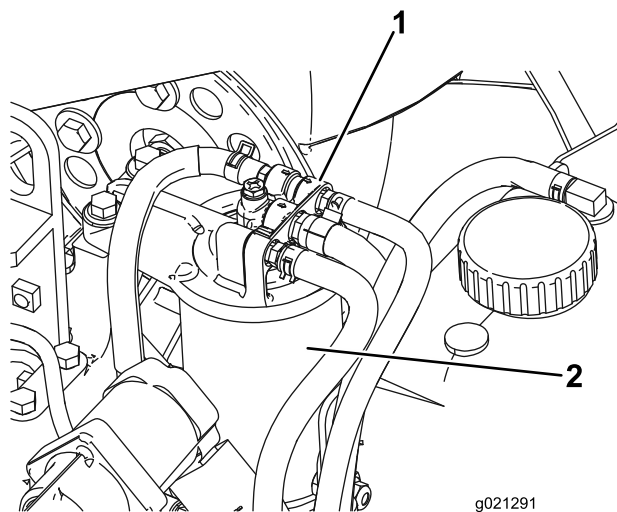

Рисунок 78
1. Очистите поверхность вокруг головки топливного фильтра (Рисунок 78).
2. Снимите фильтр и очистите монтажную поверхность головки фильтра (Рисунок 78).